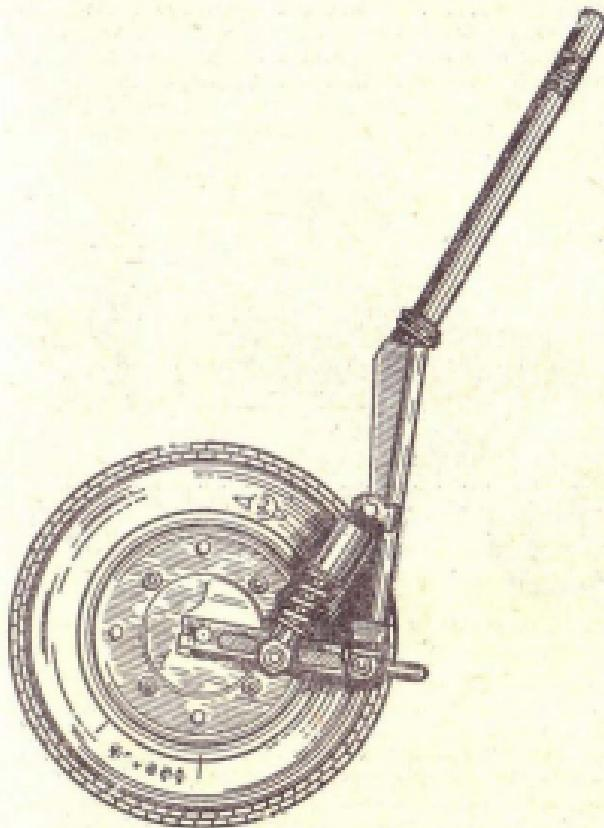

Рис. 147. Передняя вилка мотороллера Т-200М.
2. Применена передняя вилка тянувшего типа с рычажной подвеской. Подвеска передней вилки включает в себя мантиник и два пружинно-гидравлических разборных амортизатора (рис. 147).